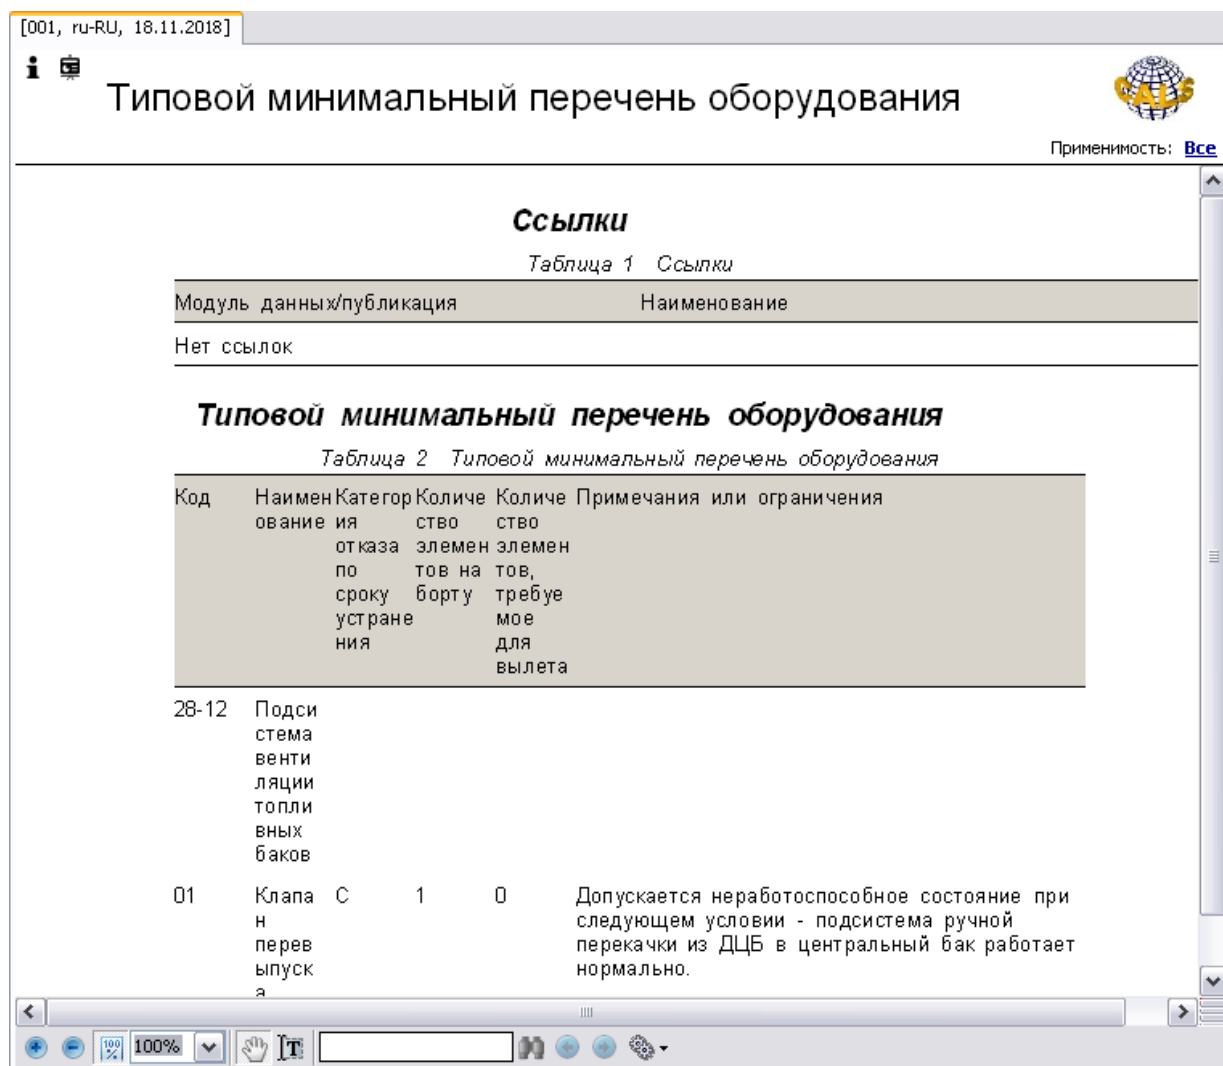

Рис. 163
2. На вкладке **Структура** выберите МД типа «Типовой минимальный перечень оборудования». В окне просмотра появится содержимое МД (Рис. 163).